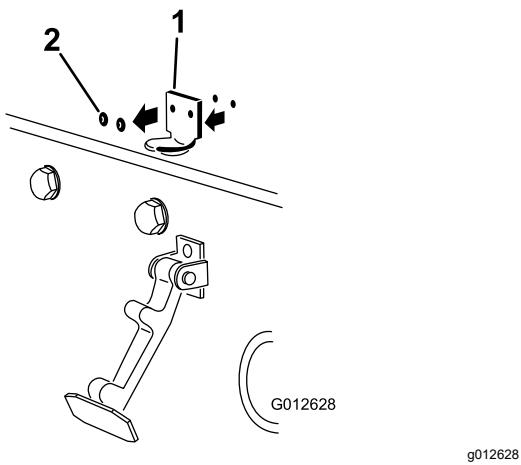

Figura 15
2. Rimuovete i (2) rivetti che fissano la staffa del fermo del cofano al cofano (Figura 15) e rimuovete la staffa del fermo dal cofano.